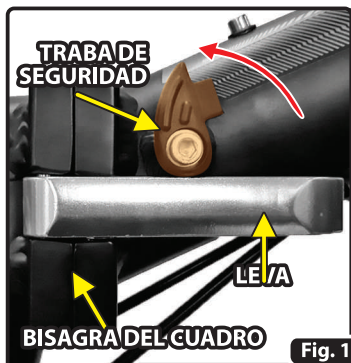
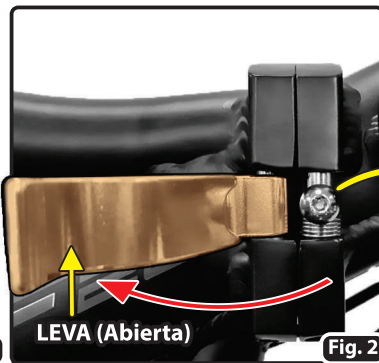

Fig. 1
Fig. 2
- Quitar la **traba de seguridad** llevándola hacia atrás en sentido antihorario (Fig. 1).
- Girar la **leva** de la bisagra para liberar el mecanismo de traba y visualizar el **TORNILLO DE AJUSTE** (Fig. 2 y 3).
- Quitar la **traba de seguridad** presionando hacia adentro (Fig. 1). Más info Pág. 3.
- Girar la **leva** de la bisagra (Fig. 1). para liberar el mecanismo de traba y visualizar el **TORNILLO DE AJUSTE** (Fig. 2 y 3).
- Desajustar la **CONTRATUERCA** ubicada en el interior de la bisagra (Fig. 2).
- Proceda a realizar el **AJUSTE (SENTIDO HORARIO)** o **DESAJUSTE (SENTIDO ANTIHORARIO)** según corresponda (Fig. 3). Al finalizar ajustar nuevamente la **CONTRATUERCA** (Fig. 2).